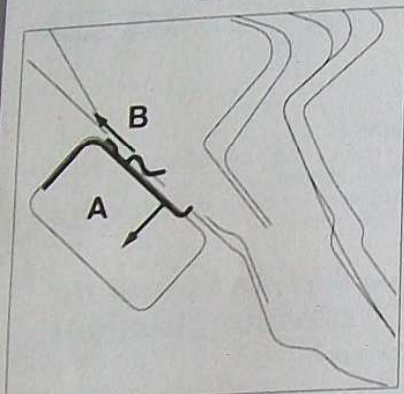

FIG. 20
Dégager le verrouillage en (A) et pousser vers (B) pour déclipser les agrafes du coussin gonflable rideau (Fig.20)